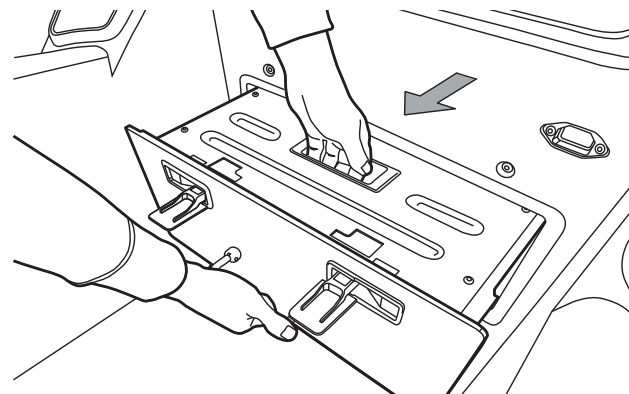

Ilustración 38: deslice el módulo de batería para extraerlo del SE-3 Patroller
4. Agarre los tiradores superior e inferior del módulo de batería (**ilustración 38**). Extraiga totalmente el módulo de batería.